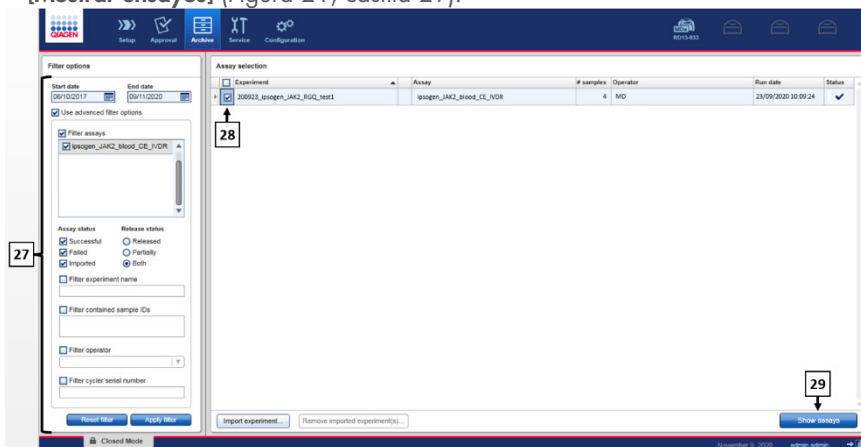

Figura 21. Entorno Archive (Archivo). 27: Opciones de filtro. 28: Selección de ensayo. 29: Botón Show Assays (Mostrar ensayos).
- Haga clic en la pestaña **“Archive”** (Archivo) para exportar el archivo .rex, que corresponde a los datos iniciales. Encuentre el experimento utilizando las opciones de filtro (Figura 21, casillas 27 y 28) y haga clic en **“Show assays”** [Mostrar ensayos] (Figura 21, casilla 29).